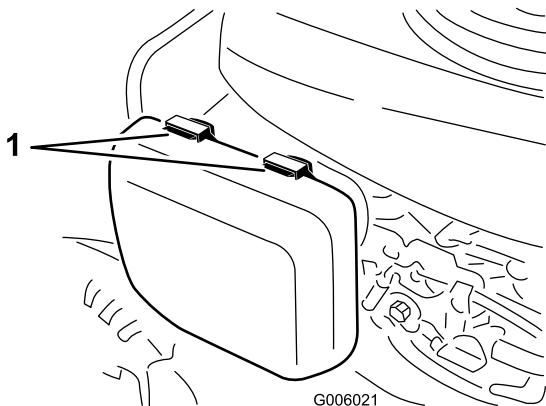

Figura 37
- Presione hacia abajo los cierres de la parte superior de la tapa del limpiador de aire (Figura 37).